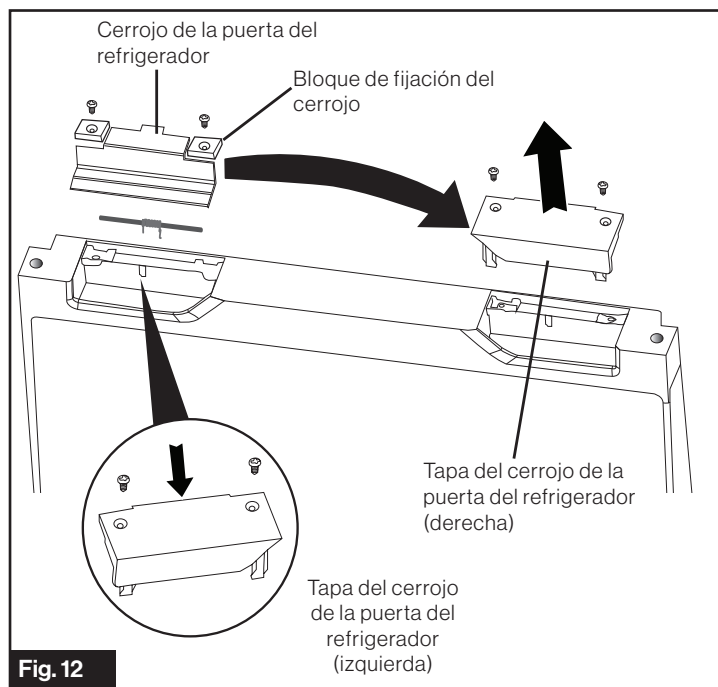

Fig. 12
- Quite la tapa del cerrojo de la puerta del refrigerador (derecha) y guárdela para usar más adelante. Cambie el cerrojo de la puerta del refrigerador y los bloques de fijación de los cerrojos al lado opuesto. Instale el lado izquierdo de la tapa del cerrojo de la puerta del refrigerador, incluida como accesorio con la unidad, donde se encontraba el cerrojo de la puerta. (Fig. 12)